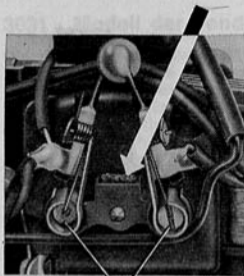

Fig. 3
3. Schmierung. Nach etwa 40 Stunden Laufzeit oder nach längerem Lagern empfehlen wir die Schmierung der Ankerlager (siehe Fig. 3 und 4) und der Lager der Getrieberäder. Hierzu ist
3. Lubrication. We advise lubricating the armature bearings (see figs. 3 and 4) and those of the gear wheels after running for some forty hours, or after the engine has been laid up for any length of time. The engine casing must be taken off for this (see point 4), and the axle bearings marked by arrows in fig. 5 should also be oiled. Never give any bearing more than one single drop of oil; excessive oiling causes a film of dirt to form, and this, as an example, can also
3. Graissage. Nous vous conseillons de procéder à un graissage de la locomotive après environ 40 heures de marche ou après un stockage prolongé: paliers de l'arbre d'induit et du train d'engrenages (voir fig. 3 et 4). Démontez le corps de la locomotive pour y avoir accès (voir § 4). Graisser également les paliers des essieux signalés par des flèches sur la figure 5. Amener une goutte d'huile sur chaque point de graissage. Un graissage excessif est à l'origine de la formation de cambouis. Le fonctionnement de l'attelage MÄRKLIN-TELEX peut aussi être affecté par un graissage excessif (levier de dételage collé). Démontez dans ce cas le crochet d'attelage (retirer la vis) et nettoyez soigneusement les pièces à l'aide d'un chiffon. Attention à un assemblage correct des pièces lors du remontage. Vérifier que le ressort agit normalement. Nous conseillons l'huile MÄRKLIN **7199** ou l'huile d'auto fluide comme lubrifiant. L'huile de table est à proscrire absolument.
3.º Lubricación. Después de unas 40 horas de funcionamiento o tras un almacenaje prolongado deben engrasarse los cojinetes del inducido (véanse figs. 3 y 4) y los de las ruedas dentadas del mecanismo. Para ello se desmontará la caja de la locomotora (véase 4.º). Además se aceitarán los cojinetes de eje marcados con flechas en la fig. 5. En cada cojinete no se pondrá más que 1 gota de aceite. Todo engrase excesivo da lugar a la formación de una capa de suciedad. A modo de ejemplo indiquemos que, a consecuencia de ello, se pegaría el arco de desencoplamiento del enganche Telex. En caso de necesidad, se desarmaría el enganche después de haber quitado su tornillo de sujeción, y se limpiarían sus piezas con un trapito. Al unir, de nuevo, las piezas mencionadas, se observará que estén bien colocadas y orientadas por el muelle de llamada.